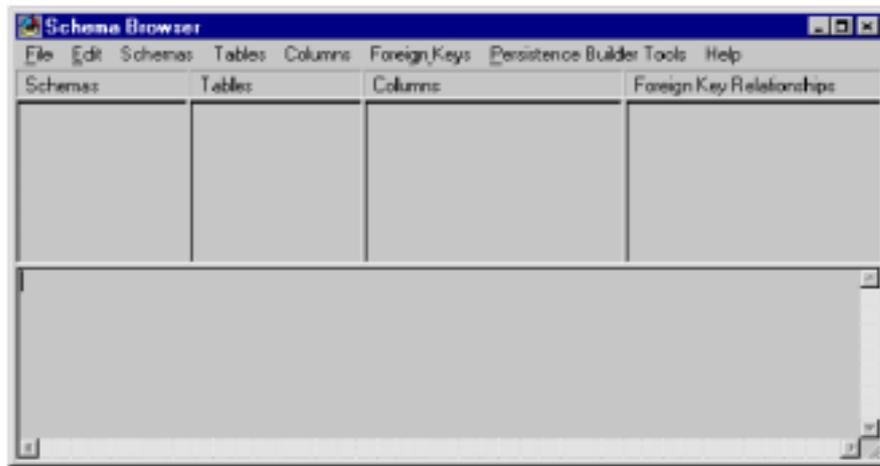

图7-1 VisualAge 数据库模式浏览器
3. 在工作台中选择 EJB 标签。从 EJB 菜单中打开数据库图表浏览器。选择 Open To -> Database Schemas , 将出现如图 7-1 所示的窗口。